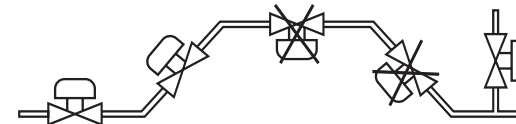

Рис. 2
4.2.7 Произведите монтаж регулятора на трубопровод в соответствии с рекомендацией по расположению регулятора на трубопроводе (рис. 2).